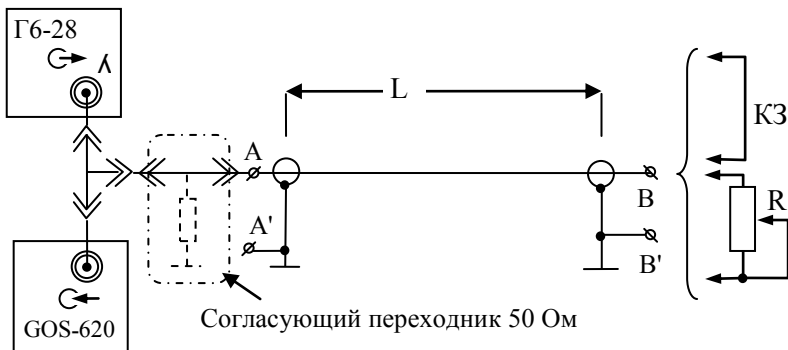

Рис. 30. Макет "Длинная линия"
2) Используя тройник (разъем – разветвитель), подключите выход синхроимпульса генератора к входу "СН1" осциллографа и к входу АА' макета "Длинная линия" (прил. 2) согласно рис. 30.
3) Вставьте в разрыв между разъемом кабеля и входом осциллографа согласующий переходник (50 Ом), как показано пунктиром на рис. 30. В этом случае вход длинной линии будет нагружен на волновое сопротивление и отражение от этого конца исчезнет. На экране будет наблюдаться только синхроимпульс и его отражение от конца длинной линии. Измерьте время t между падающим и отраженным импульсом. Рассчитайте скорость распространения сигнала в линии: $v = 2L/t$, где L – длина линии, обозначенная на макете.